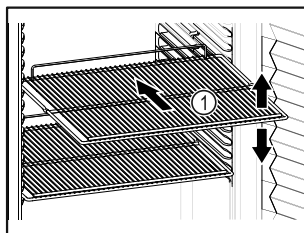

Fig. 61 Näitlik kujutis
- ☐ Kui hoiurestid *Fig. 61 (1)* on teiseldatavad, siis kohandage olenevalt kõrgusest.